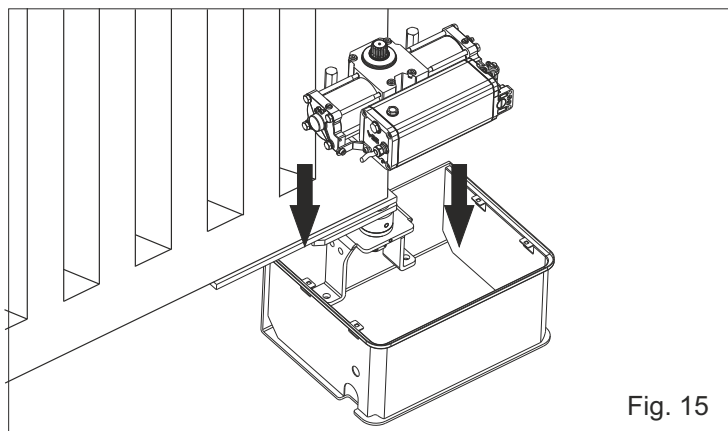
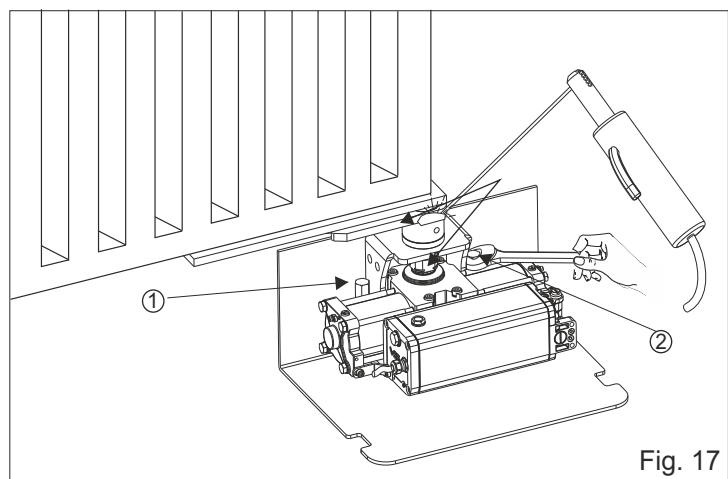

Fig. 15
Fig. 17
4.1. Introduire l'opérateur manuellement à l'intérieur de la caisse portante (Fig. 15) et insérer l'arbre cannelé de l'opérateur dans la boucle cannelée de la caisse en fixant l'actuateur avec les vis spéciales comme en Fig.17